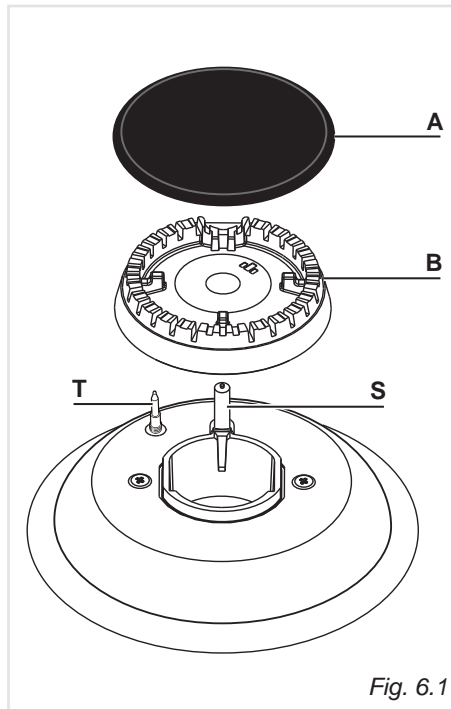

Fig. 6.1
- Assurez-vous que la sonde "T" (fig. 6.1, 6.3) placée à côté de chaque brûleur est toujours propre pour assurer le bon fonctionnement des soupapes de sécurité.
- Assurez-vous que l'électrode "S" (figs. 6.1, 6.3) de l'allumage électrique placée à côté de chaque brûleur est toujours propre pour faciliter la production d'étincelles.
Il est très important de vérifier que le diffuseur de flammes "B" et le chapeau "A" ont été correctement positionnés (fig. 6.1 et 6.2). Si vous ne respectez pas cette consigne, des problèmes graves pourraient survenir.